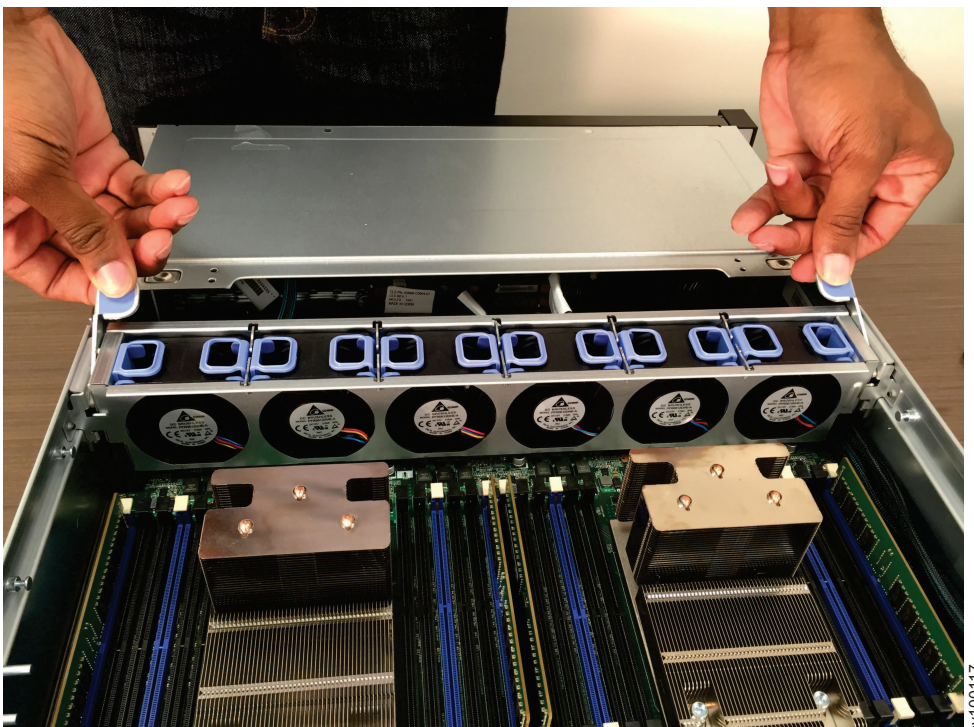

Figura 287. Pressionando o suporte do ventilador na posição
3. Pressione o suporte na posição até que as alavancas de liberação do suporte do ventilador cliquem no lugar, conforme mostrado em Figura 287 na página 359.